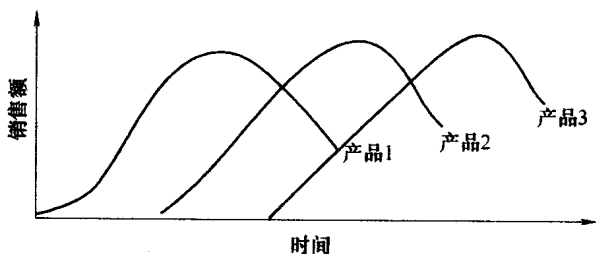

图 1-1 新产品开发对企业经济效益的影响
4) 开发新产品是提高企业经济效益的重要途径。产品生命周期的理论指出,企业得以生存和成长的关键就在于不断地创造新产品和改进旧产品。创新可以说是使企业永葆青春的惟一途径。如果从企业的短期利益来看,新产品的开发和研制,纯粹是一项耗资巨大的支出,降低了企业的利润收入。但是从长期来看,新产品的推出和企业的总销售量以及利润量的增加成正比例的关系。较高的研究和开发费用的支出也就会使企业取得较巩固的市场地位。经常性的新产品开发工作使企业在某些产品面临衰退期之前,另一些新产品已进入快速成长期;当某些产品处于成熟期时,有若干新产品已开始向市场推出,此伏彼起,使企业的总销售量和总利润率能始终保持上升的势头,或者至少保持平衡,避免大起大落(见图1-1)。